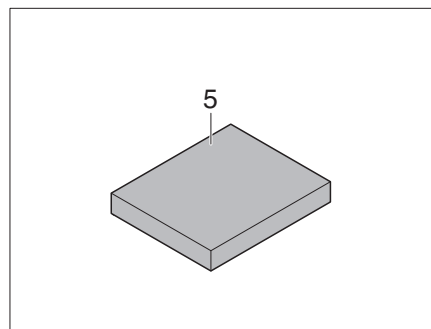

Fig. 197 Cuscino aggiuntivo
- Collocare il cuscino aggiuntivo (Fig. 197,5) centrale sul tavolo.